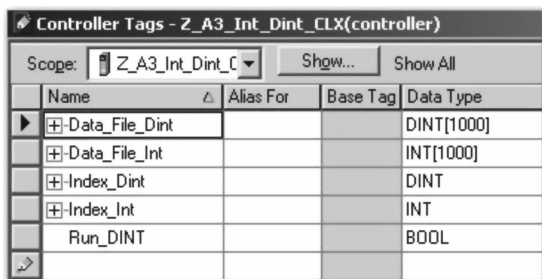

图 10-10 打开的例程标签编辑器
7. 查看标签编辑器，将看到一个名为 Data_File_Int 的标签，如图 10-10 所示。此标签定义为整数数据类型。此标签当前用于 Z_Big_Add 例程中。